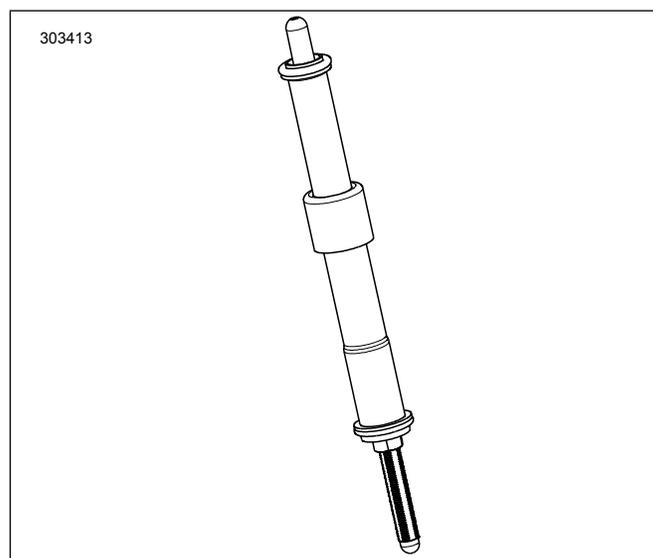

図4. プッシュロッドカバーに取り付けたプッシュロッド
7. 図4を参照してください。インテークプッシュロッドをプッシュロッドカバーに取り付けます。